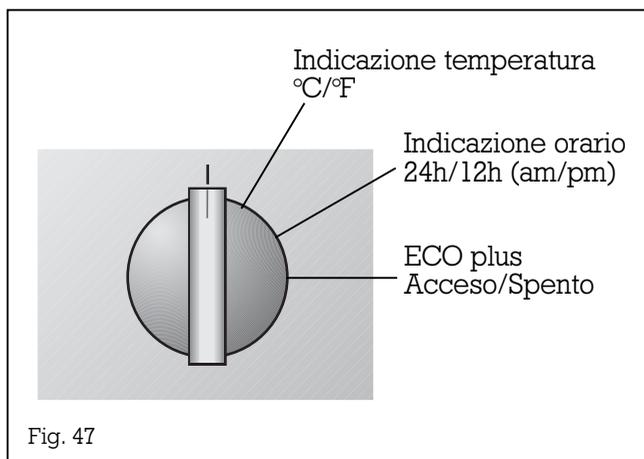

Fig. 47
- Girando la manopola "Modi operativi" potrete scegliere le diverse funzioni (Fig. 47):